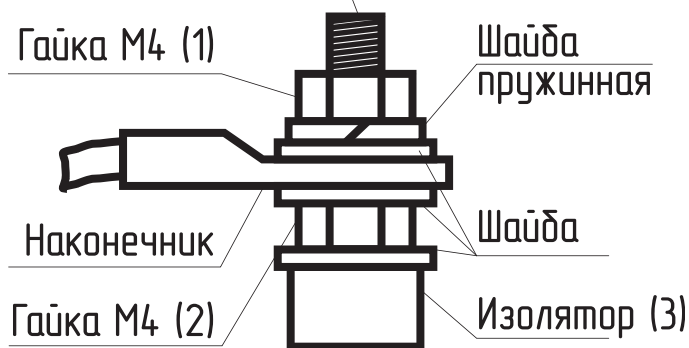

Рис. 17 Присоединение проводов к выводам блок ТЭН
- Гаек на контактных стержнях ТЭН с усилием 1,8 Нм (см. **Рис. 17**);
- При замене блок ТЭН присоединение фазных проводов к выводам блок ТЭН производить согласно **Рис. 17**. Сечение кабеля указано в **Табл. 5**;